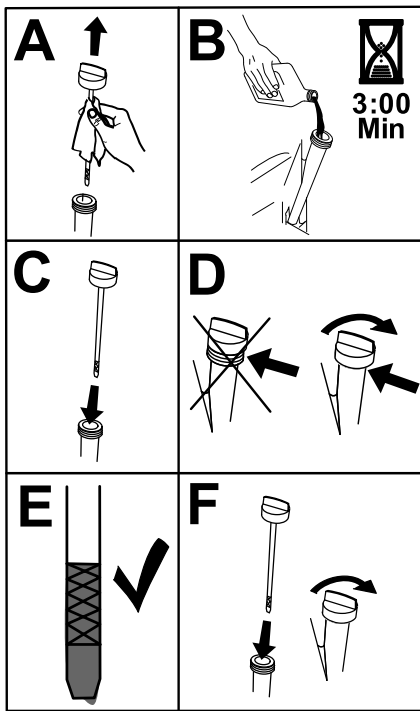

Bild 43
6. Gießen Sie langsam ungefähr 80 % der angegebenen Ölart in den Einfüllstutzen und füllen Sie dann vorsichtig mehr Öl ein, um den Ölstand an die Voll-Markierung zu bringen (Bild 43).